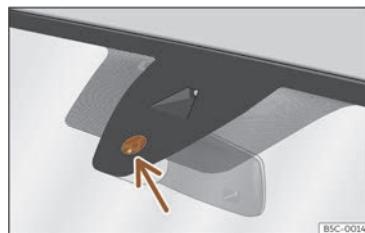

Fig. 113 Suprafața senzorului de ploaie.
>>> **fig. 113** a senzorului de ploaie sunt, printre altele:
- **Murdăria:** praful, ceara, stratul de acoperire de pe geam (efectul lotus) sau urmele de detergent (de la spălătorile auto) pot reduce eficiența senzorului de ploaie sau acesta poate reacționa lent, cu întârziere sau deloc. Curățați periodic suprafața sensibilă a senzorului de ploaie >>> **fig. 113** (săgeată) și verificați starea lamelor ștergătoarelor.